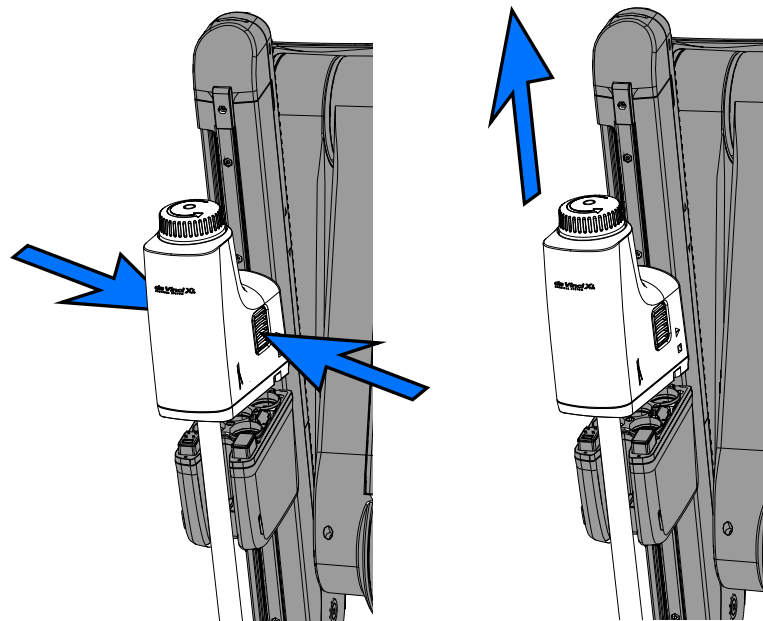

Figura 2.21 Remoção do instrumento
2. Aperte os botões de liberação no invólucro e retire cuidadosamente o grampeador conforme mostrado na Figura 2.21.